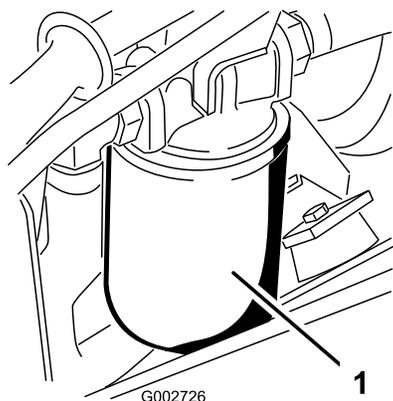

Figure 46
4. Placez un bac de vidange sous le filtre hydraulique situé du côté gauche de la machine (Figure 46).
7. Installez le filtre hydraulique (Figure 46) neuf en le vissant à la main jusqu'à ce que le joint touche la tête du filtre, puis serrez-le encore de 3/4 de tour.